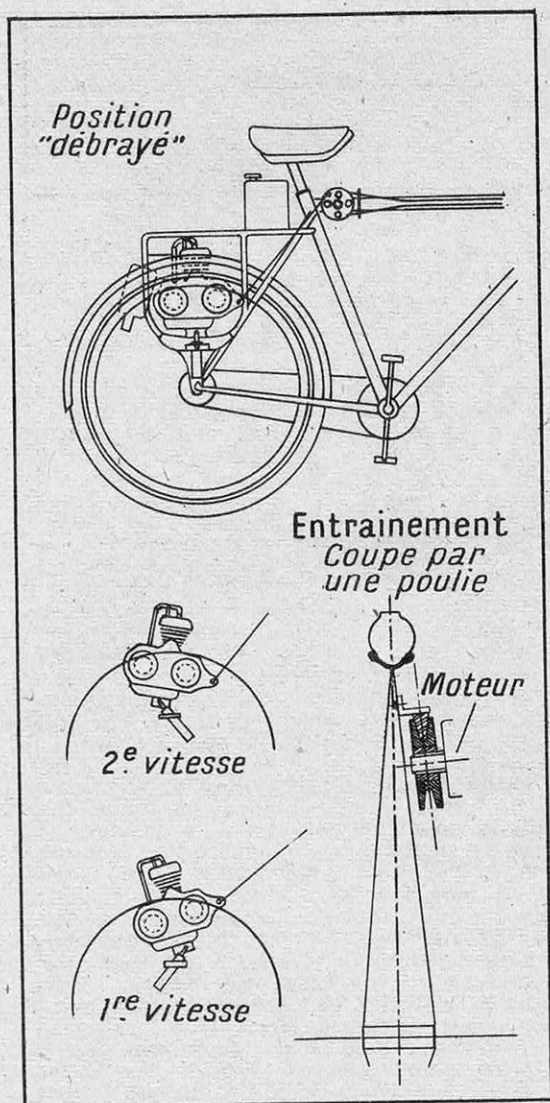

FIG. 5. — LE MOTEUR AUXILIAIRE SERWA
— moteur au-dessus de la roue arrière : *Cyclax*, qui entraîne le pneu par galet et présente cette particularité d'être en position inversée (pour abaisser le centre de gravité) et de posséder un refroidissement par air fourni par une petite turbine (pour le tandem, on groupe deux cylindres montés de part et d'autre du pneu) (1) ; *Diem-48*, monté sur un support avec transmission par chaîne d'accouplement et pignon spécial sur le moyeu arrière ; enfin *Serwa*, à quatre temps et distribution par soupapes en tête, monté à basculement sur un axe, entraînant deux poulies motrices de diamètres différents, donnant deux vitesses selon que l'une ou l'autre vient en contact avec une jante spéciale portée par la roue arrière (fig. 5) ;